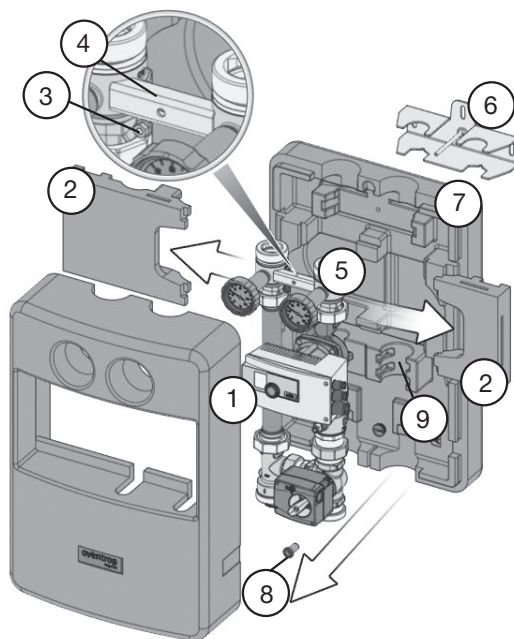

Рис. 4
1. Снять переднюю часть изоляции (1) (рис. 4).
2. Вынуть разъемный накладной блок (2) (рис. 4).
3. Вывинтить шестигранный винт (3) с помощью ключа SW10 и снять несущую пластину (4) (рис. 4).
4. Вынуть арматурную группу (5) и настенный крепеж (6) из задней части изоляции (7) (рис. 4).